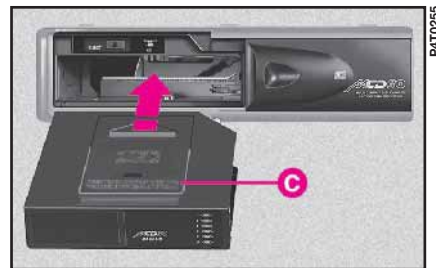

fig. 95
- introduzca el cargador C (fig. 95) en el reproductor de CD con la superficie provista de etiqueta (indicada por la flecha) dirigida hacia arriba;